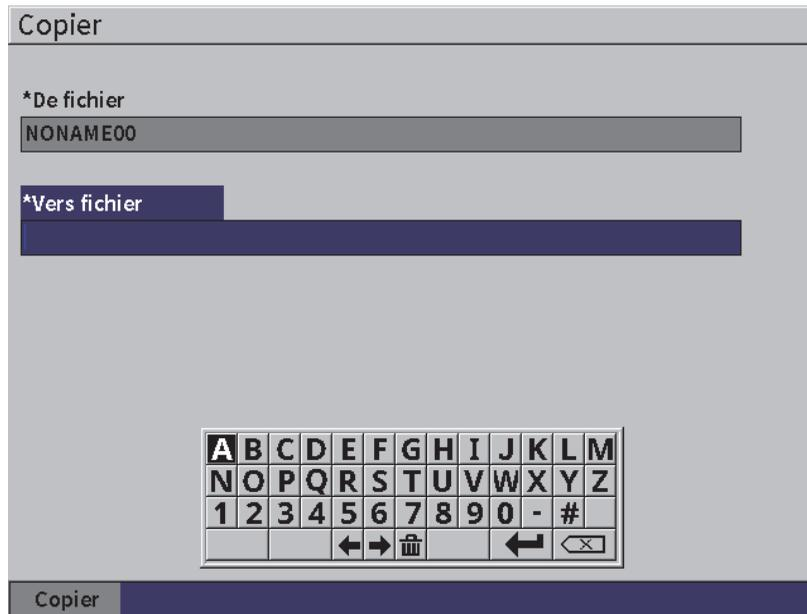

Figure 9-15 Page Copier
2. Appuyez sur la touche d'entrée pour ouvrir la page **Copier** (voir Figure 9-15 à la page 143).